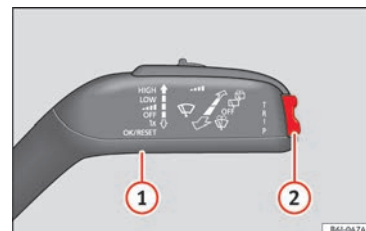

Fig. 25
» fig. 25.
- ① Appuyez pour marquer et confirmer » fig. 25
- ② Appuyez sur la commande vers le haut ou vers le bas pour consulter le sous-menu » fig. 25